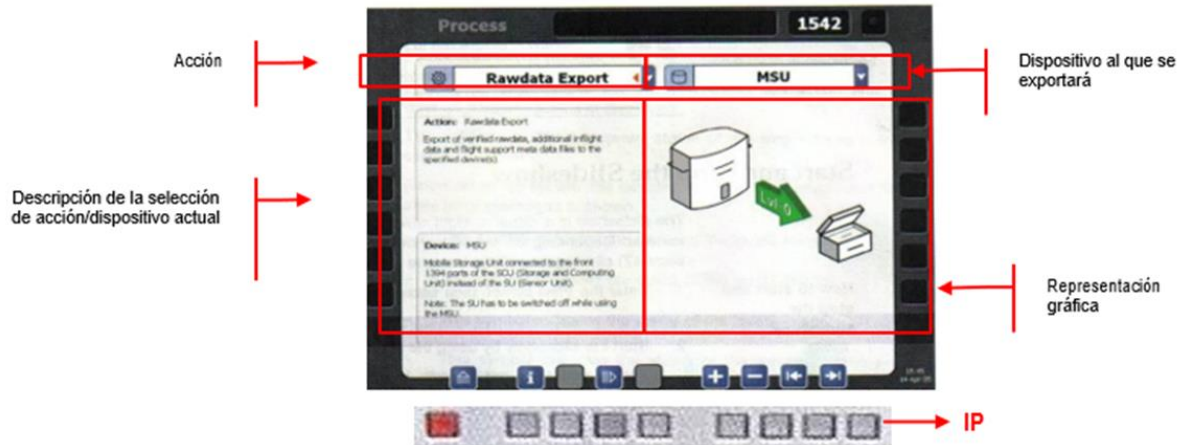

Figura 9. Ventana "Select Process"
- Se despliega la ventana Process, presione en el panel de interfase (IP) el botón  y seleccione la opción siguiente hasta que el campo acción quede resaltado. Figura 9, Tabla 8
4. Presione en el panel de interfase (IP) el botón  y seleccione la opción siguiente, hasta que el campo acción quede resaltado. Figura 9, Tabla 8.